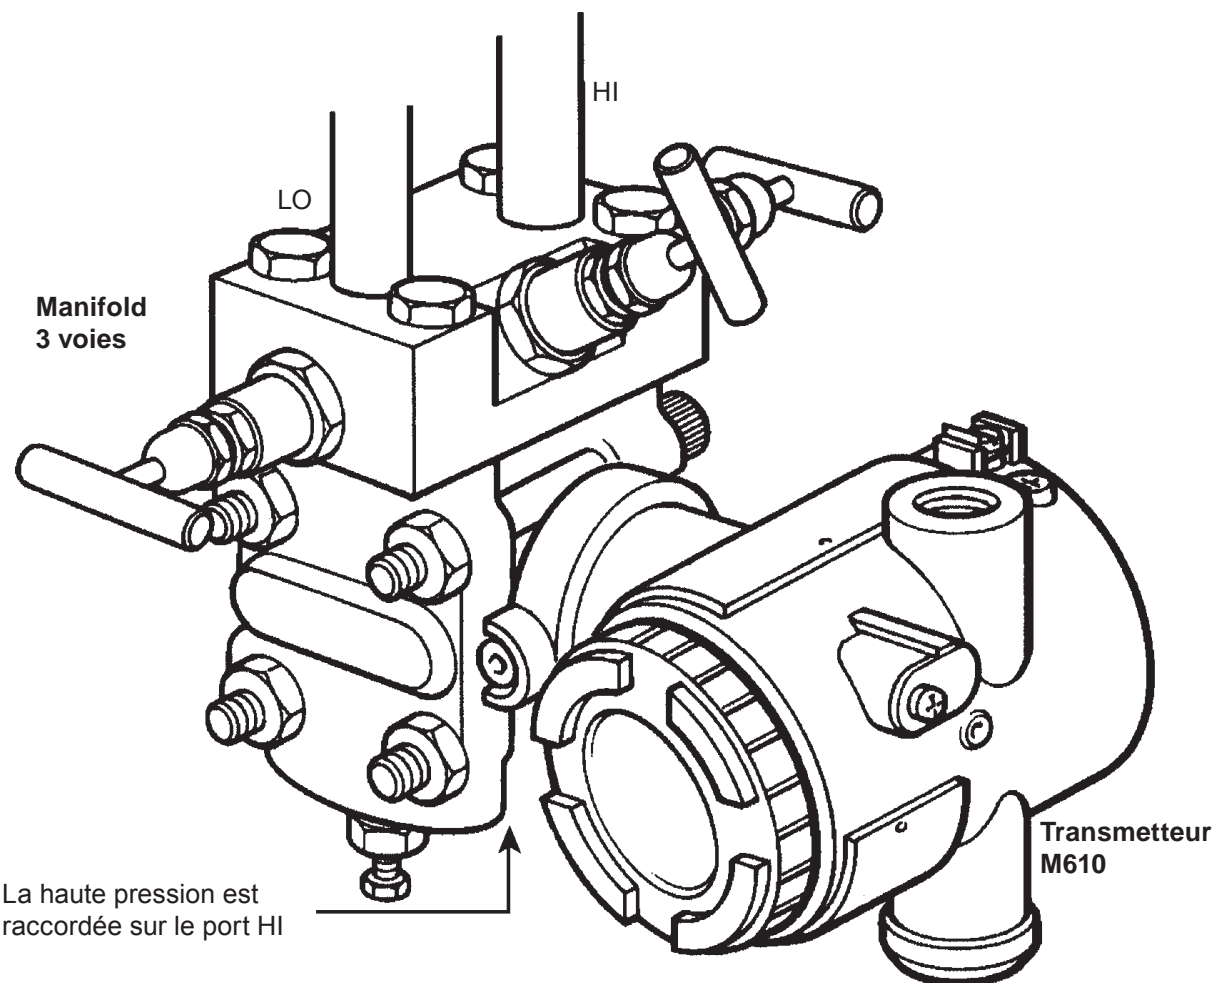

Fig. 16
- 7.2.7 En utilisant convenablement une pression étalon raccordée sur le port haute pression HI du transmetteur comme indiqué sur la Fig.16, appliquer une pression correspondant à la pression de réglage de l'appareil.